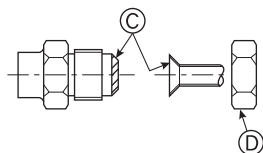

Fig. 4-8
A) (Fig. 4-8)
B) (Fig. 4-8)
### 4.4. Aansluiten van de pijpen (Fig. 4-8)